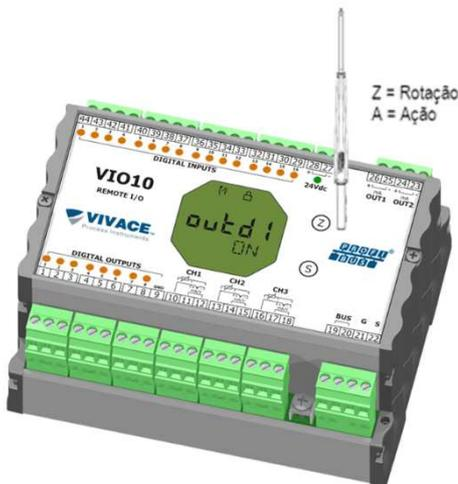

Figura 3.1 - Z y el ajuste local de S y llave magnética.
La Figura 3.1 muestra los agujeros Z y S para la configuración local en la carcasa y sus funciones para el funcionamiento de la llave magnética. Introducir la llave en el agujero *zero* (Z). Aparecerá el icono , lo que indica que el equipo ha reconocido la llave magnética. Quedarse con la llave insertada hasta que el mensaje aparezca "ADJST LOCAL" y retire la llave durante 3 segundos. Inserte la llave de nuevo en Z. Con esto, el usuario puede navegar a través de los parámetros de ajuste locales.